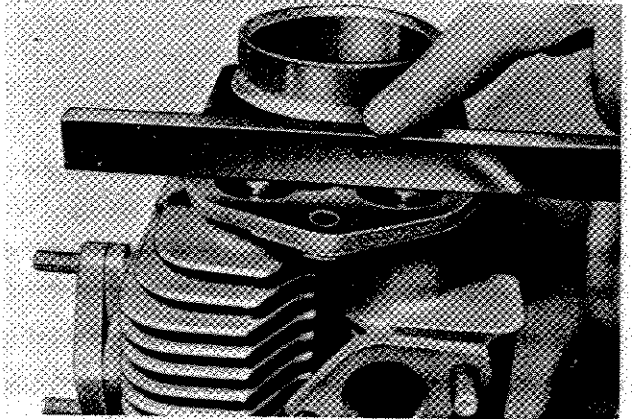

Fig. 23 - Gioco valvole LA65B-72-80
**LA65B-72-80-82-85/85:** inserire le valvole nel cilindro e capovolgerlo. Disporre una squadretta sul piano inferiore e controllare che l'estremità degli steli siano a livello con il piano (fig. 23).